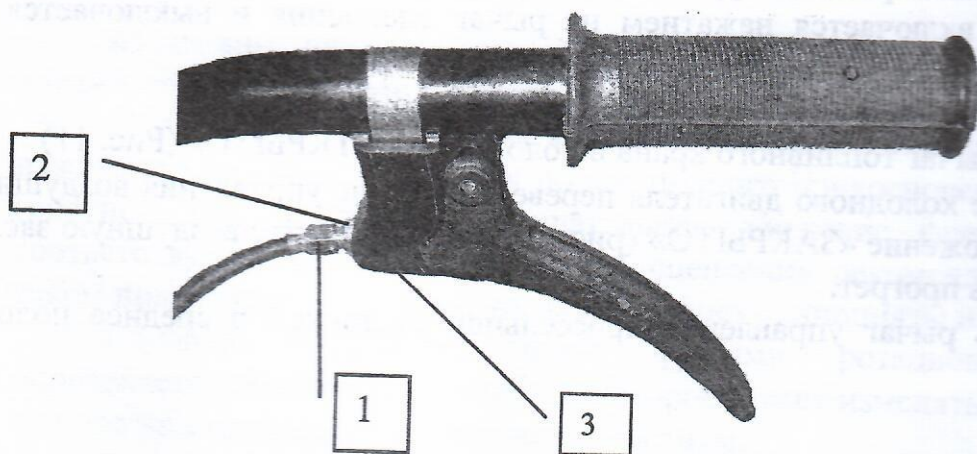

Рисунок 10 – Механизм управления сцеплением
Перед началом регулировки закрепите механизм управления сцеплением на руле винтом поз. 3 с самоконтрящейся гайкой как показано на рис. 10. Винт 1 должен быть ввернут до упора. В этом положении при работающем двигателе включите сцепление и проверьте работоспособность мотоблока с полной нагрузкой. В случае проскальзывания ремня увеличьте натяжение ролика путем выворачивания винта. Не забудьте законтрить винт гайкой 2.
- что рычаг сцепления находится в свободном положении (рисунок 10, не удерживайте его);
После того, как двигатель достиг необходимого числа оборотов, медленно нажимайте на рычаг сцепления до его полного прикосновения с рукояткой руля (рисунок 10), то вызовет вращательное движение фрез. До приобретения соответствующего навыка включение сцепления рекомендуется производить в таком положении мотоблока, когда ножи фрез приподняты и не касаются земли.